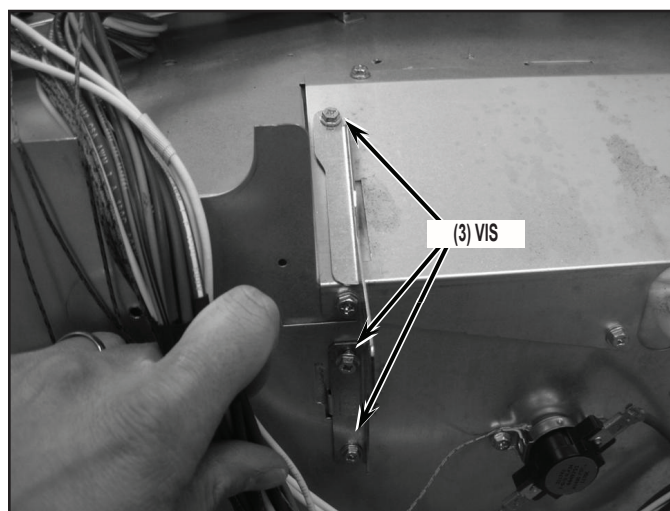

FIGURE 4
6. Retirer les brides de fixation du ventilateur de l'unité. Sur les fours muraux doubles, une clé est nécessaire pour atteindre les vis situées entre les cavités. Voir la *Figure 4*.